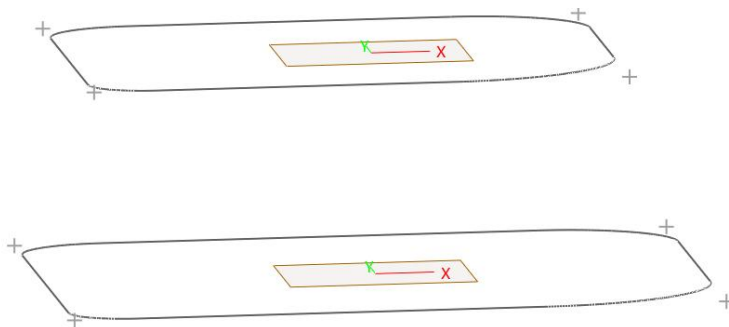

图 11-9 绘制截面线
(8) 隐藏用基准面截图的截面线，留下草图绘制的截面线。如图 11-9 所示。